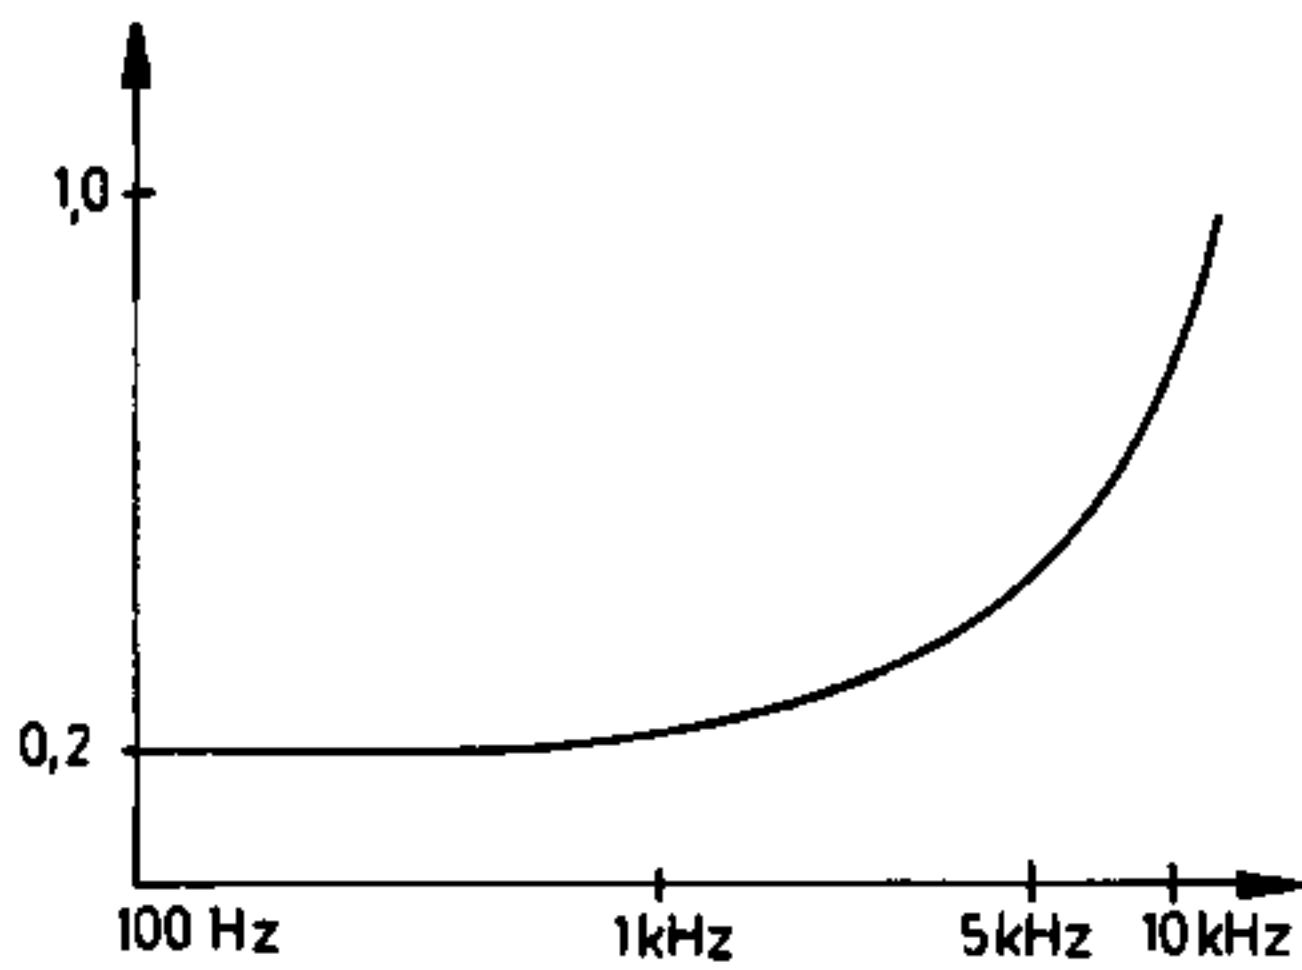

Bild 1: Frequenzgang
- ☐ Die Belastungsimpedanz am Ausgang "SIGNAL" (8) darf nicht kleiner als 3 k Ω sein, d.h., auch die kapazitive Last einschließlich des Verbindungskabels darf 120 pF nicht überschreiten.
- ☐ Am Ausgang "SIGNAL" (8) darf kein größerer Gleichspannungspegel als 10 V_{ss} anliegen.
- ☐ Bei eingeschalteter Preemphasis werden die tieferen Frequenzen abgesenkt (s. Abb. 1).